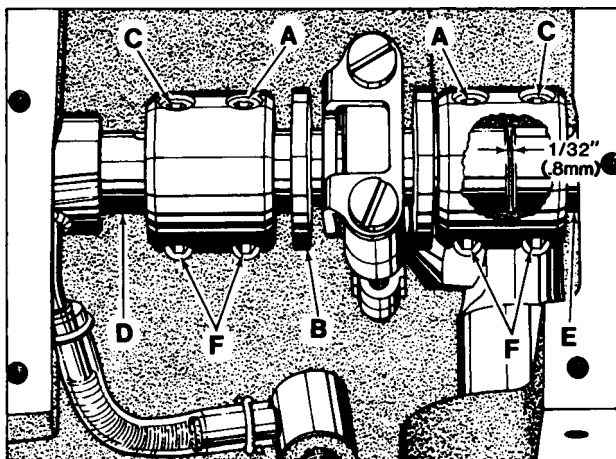

Fig 17
Viendo la máquina de atrás hacia adelante, los tornillos (A, Fig. 17) en las conexiones tienen que coincidir con los huecos en el cigüeñal del accionamiento del looper (B) y los tornillos (C) tienen que coincidir con las superficies planas en el cigüeñal (D) y del eje principal (E).
El cigüeñal del accionamiento del looper (B, Fig. 17) tiene que estar a una distancia lateral de 1/32 pulgadas (0,8 mm) al eje principal (E) como se demuestra en Fig. 17. Una vez que estos ajustes estén logrados es muy importante fijar las conexiones en la siguiente secuencia para lograr un funcionamiento optimo.